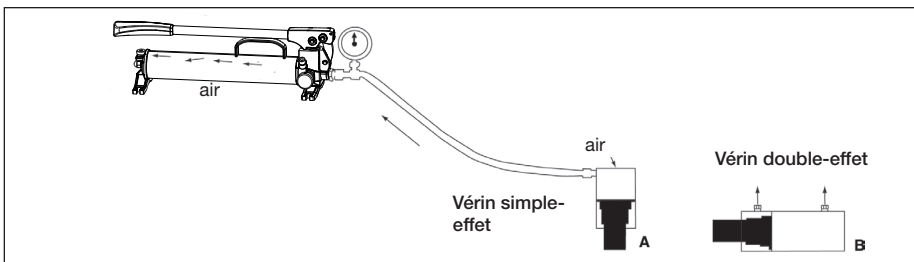

Figure 11, Suppression de l'air
- Placer la pompe à l'horizontale, sur une hauteur supérieure à celle du vérin. Voir Figure 11.